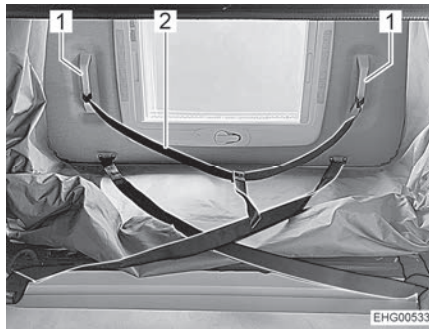

Bild 55 Hjälpremnen
- Dra långsamt ned det uppfällbara taket två tredjedelar ned med hjälpremnen (Bild 55,2) tills det uppfällbara taket stannar av sig självt. Observera:
- Dra helt ned det uppfällbara taket med de två bygelhandtagen (Bild 55,1) tills man hör att sidan låses.